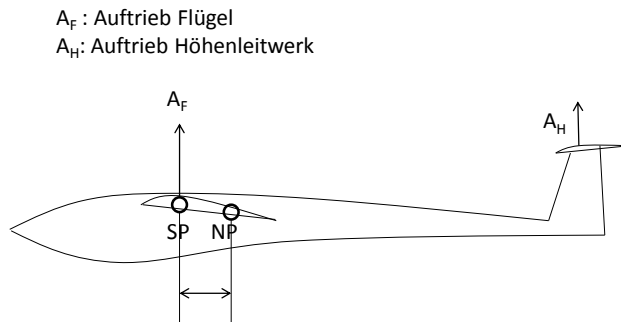

Abb. 10 Stabilitätsmaß = Abstand Schwerpunkt-Neutralpunkt
Der Abstand zwischen dem eingestellten Schwerpunkt und dem Neutralpunkt ist ein Maß für die Stabilität des Flugzeugs und wird kurz *Stabilitätsmaß* genannt. Je größer der Abstand des Schwerpunktes vor dem Neutralpunkt ist, desto größer die Stabilität um die Querachse. Bei normalen Flugzeugen liegt der Schwerpunkt ca. 5 bis 25% der Flügeltiefe *vor* dem Neutralpunkt (Abbildung 10)
**Auswirkungen der Schwerpunktlage auf das Flugverhalten (Abb. 10)**